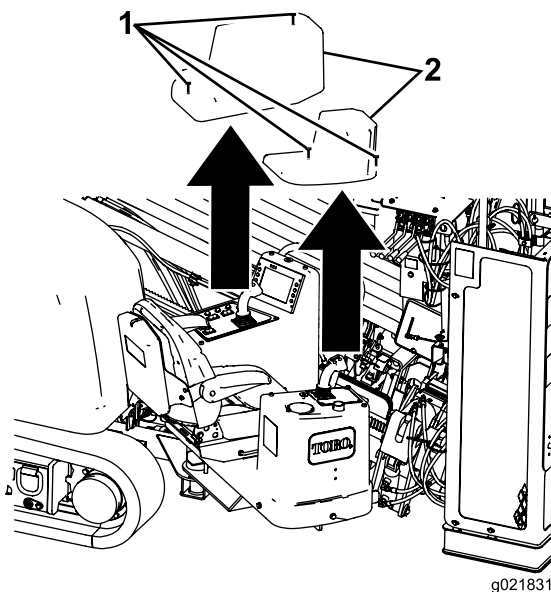

Figura 69
3. Solte os 4 parafusos de fixação das tampas sobre os consoles de operador e retire as tampas (Figura 69).